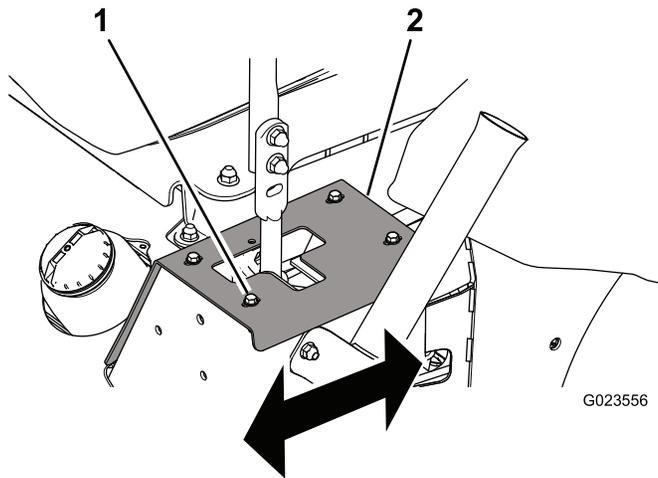

图56
- 如果轨迹偏右，松开螺栓并将左限位板向后调节，直到机器的轨迹笔直（图56）。
- 如果轨迹偏左，松开螺栓并将右限位板向后调节，直到机器的轨迹笔直（图56）。
1. 螺栓 (4)
5. 旋紧螺栓，固定限位板（图56）。